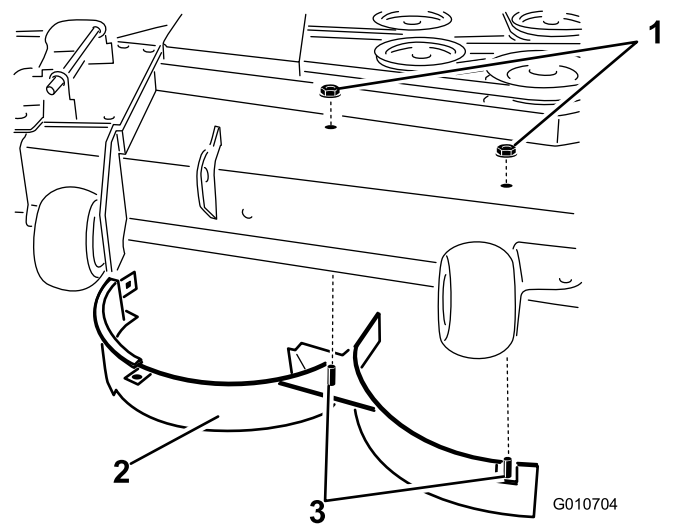

Figure 15
- Retirez les 2 contre-écrous (5/16") qui fixent les montants soudés du déflecteur droit au sommet du plateau de coupe, au centre et à droite du centre (Figure 15).